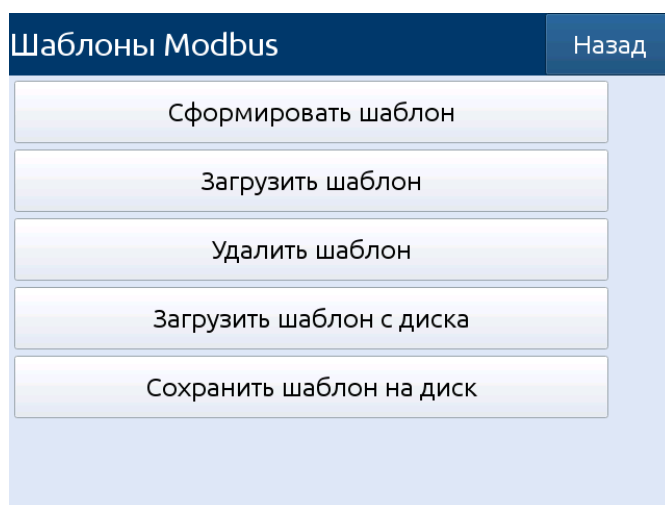

Рисунок 2.32 – Меню «Шаблоны Modbus»
2.10.4.1 Меню «**Шаблоны Modbus**» (см. рисунок 2.32) позволяет формировать, удалять, сохранять и загружать шаблоны Modbus.